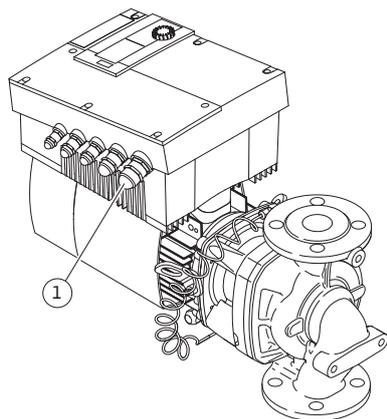

Fig. 30: Prensa-fios M25
- O cabo de ligação de rede tem de ser passado através do prensa-fios M25 (Fig. 30, pos. 1).